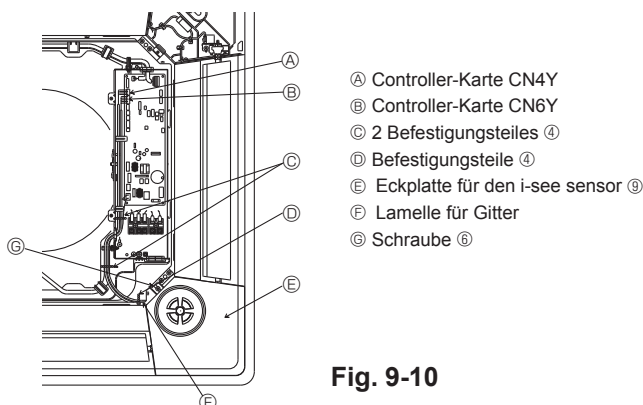

Fig. 9-10
⑤ Empfänger (Nur Platte PLP-6BALM, PLP-6BALME)
⑥ i-see sensor (Nur Platte PLP-6BAE, PLP-6BAMDE, PLP-6BALME)
9.6. Anbringung der Eckplatte für den i-see sensor (Fig. 9-10)